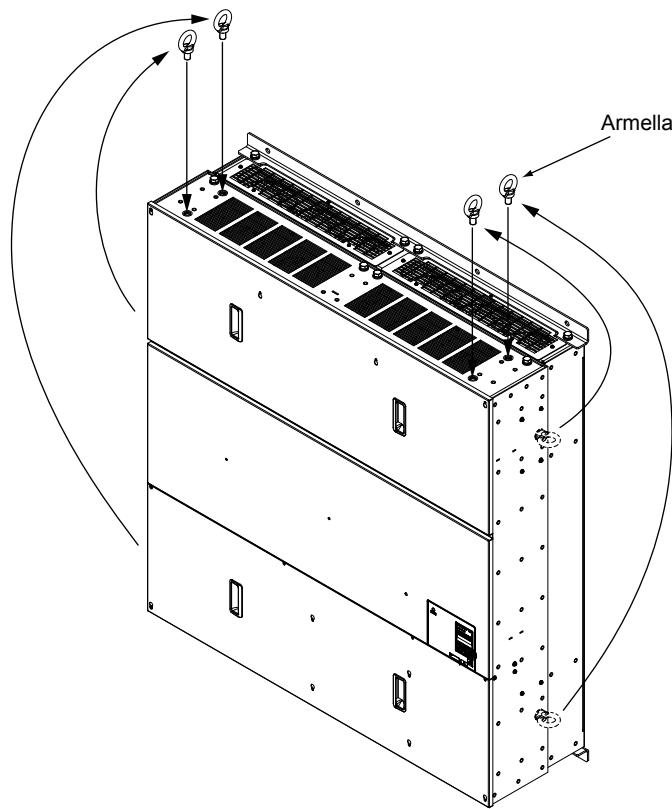

Figura 2.5 Repositionamiento de las armellas
1. Extraiga las cuatro armellas de los paneles laterales del variador y fíjelas firmemente en el panel superior (consulte la Figura 2.5).